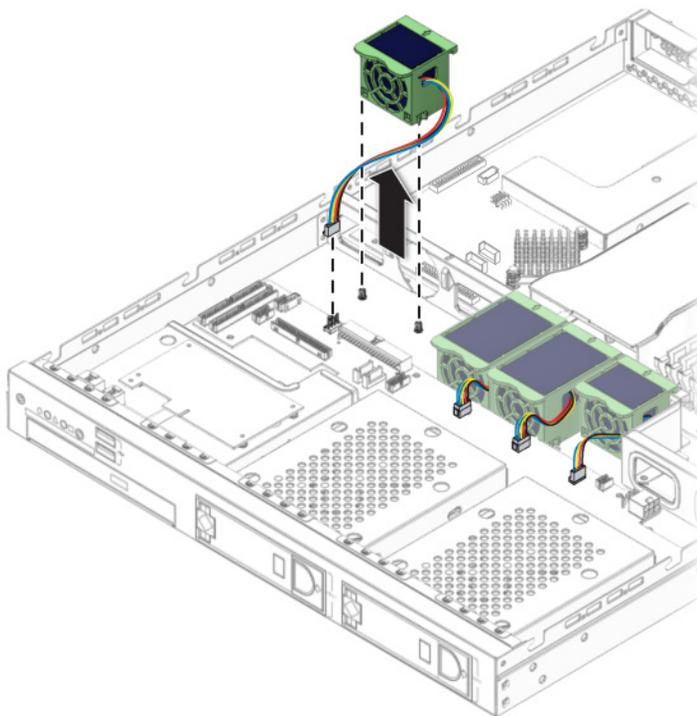

图 4-23 拆卸风扇模块
4. 从 SATA 背板上拔下风扇电源插头（参见图 4-23）。